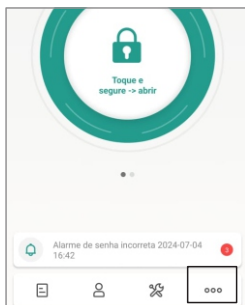

Figura 17
2. Asegúrese de estar cerca de la cerradura y tener su smartphone conectado al bluetooth de este dispositivo. En la pantalla de inicio de la aplicación, encuentre y haga clic sobre la opción **"Configuraciones"** en la esquina inferior derecha (figura 17).
2. Asegúrese de estar cerca de la cerradura y tener su smartphone conectado al bluetooth. En la pantalla de inicio de la aplicación de la cerradura, encuentre y haga clic sobre la opción **"Configuraciones"** en la esquina inferior derecha (figura 17).